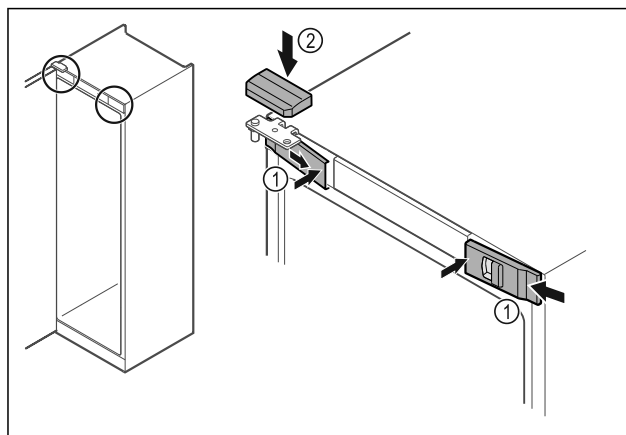

Fig. 52
- Kiinnitä etusuojukset Fig. 52 (1) sivulta ja lukitse sisäpuolelta paikalleen.
- Paina ylempi suojus Fig. 52 (2) yläkautta paikalleen.